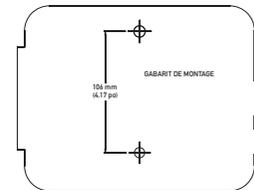

Figure 4: Utilisez le gabarit de montage
- Utilisez le gabarit de montage (inclus) pour marquer l'emplacement des vis sur le mur. Voir **Figure 4**